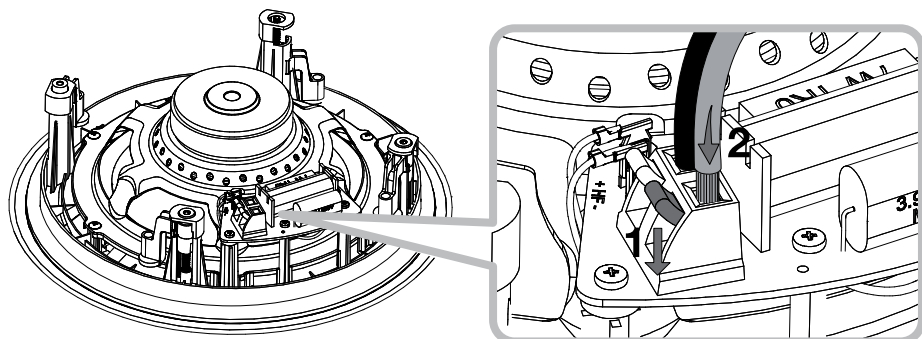

図3
4.3 次に、スピーカーケーブルをバツルの側面にあるスプリング端子に接続します。スピーカーを正しい極に接続するようにしてください。つまり、アンプのプラス電極に接続したケーブルは、フレームの赤いスプリング端子に、同様に、アンプのマイナス電極に接続したケーブルは、フレームの黒いスプリング端子に接続してください。ケーブルの接続については図3をご覧ください。